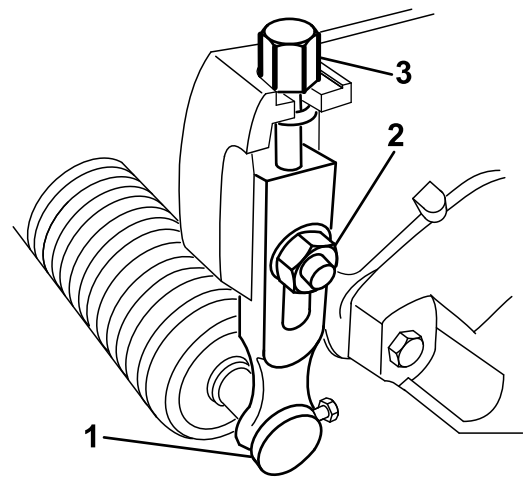

Figure 10
1. Desserrez les contre-écrous qui fixent les bras de réglage de hauteur de coupe aux plaques latérales de l'unité de coupe (Figure 10).